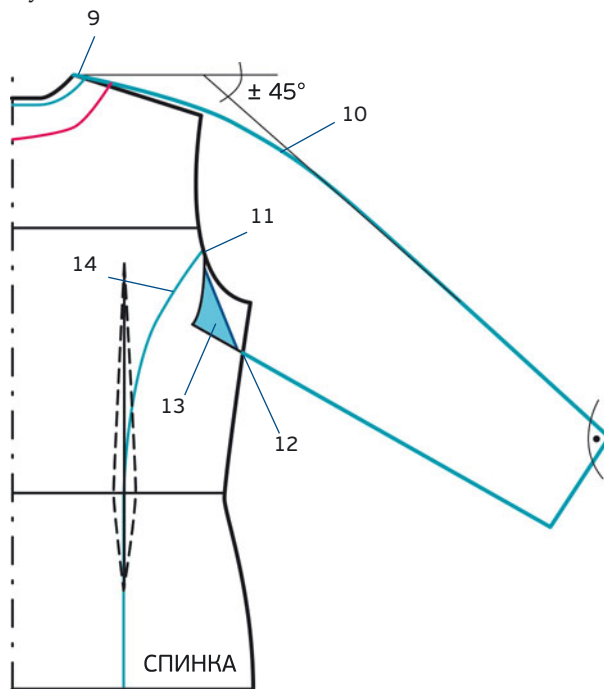

РИС. 2
13. Перечертите полученную деталь в зеркальном отражении, как показано на рис. 2, синим цветом.
Начертите подборт переда (шириной около 10 см) и обтачку горловины спинки (рис. 1 и рис. 2, красным цветом). Затем скопируйте их.